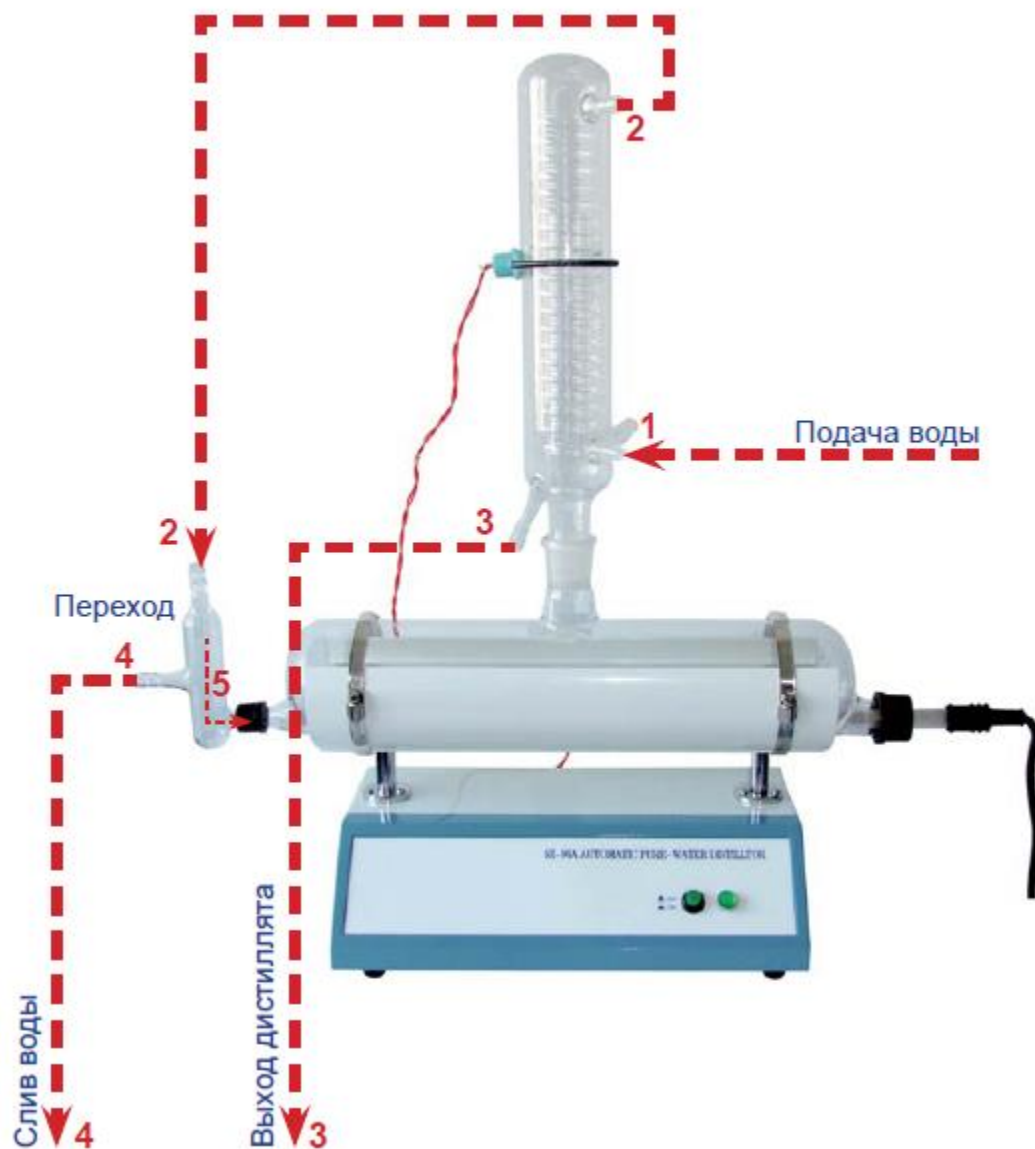

Рис. 3
9. Собрать с помощью резиновых трубок систему подачи и отвода воды, обозначенную на рис.3.